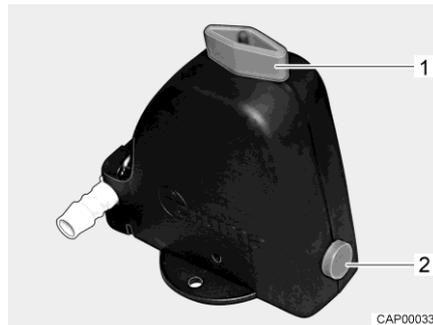

Bild 283 Sicherheits-/Ablassventil (Truma)
- Das Sicherheits-/Ablassventil (Truma) öffnen. Dazu den Drehknopf (Bild 283,1) längs zum Sicherheits-/Ablassventil drehen. Der Druckknopf (Bild 283,2) springt heraus.